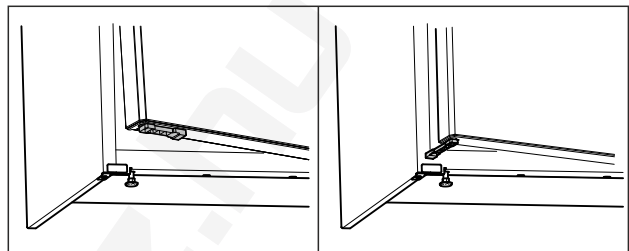

Fig. 54 *
- ▶ Fordítsa el 90°-kal az ajtó nyitáskorlátozó elemét. (lásd Fig. 54) *